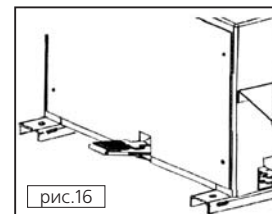

рис.16
1. Сбоку станка расположена педаль, которая имеет два положения. Первое положение используется для накачки шин с камерой. Легко нажмите педаль несколько раз, чтобы накачать шину. Следите за показаниями манометра (рис. 16).